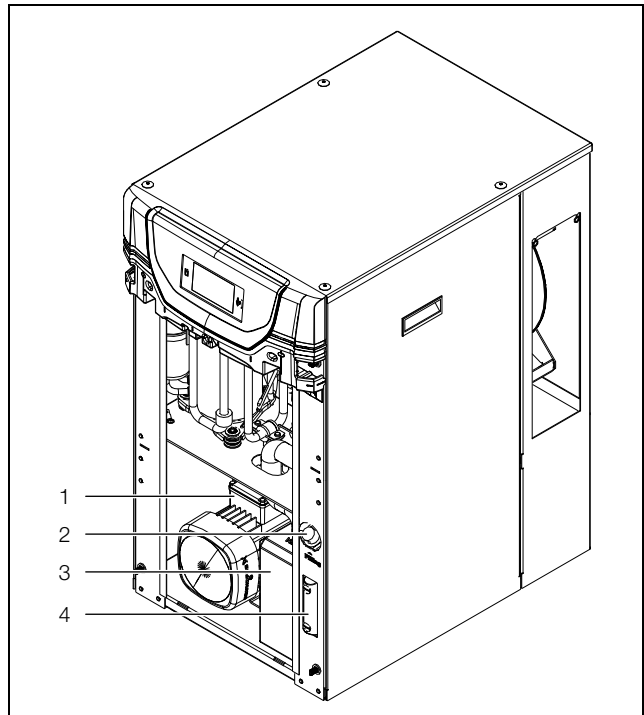

Imagen 20: Llenado del medio refrigerante
- Llene el chiller con medio refrigerante a través del tapón de llenado (imagen 20, pos. 2) del depósito.
- Controle el nivel de llenado a través de la mirilla (imagen 20, pos. 4).